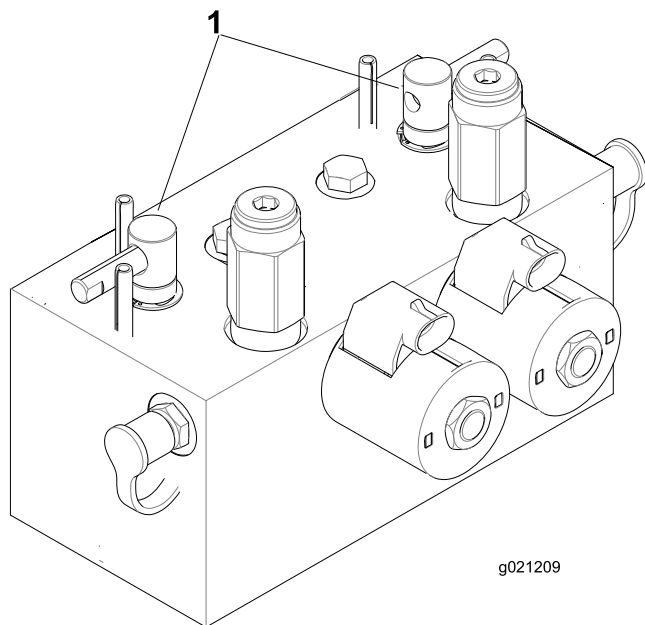

Bild 95
2. Entriegeln und klappen Sie den Sitz hoch, um die Läpphebel frei zu legen (Bild 95).
5. Wählen Sie entweder den vorderen, hinteren oder beide Läpphebel aus, um festzulegen, welche Geräte geläppt werden (Bild 95).